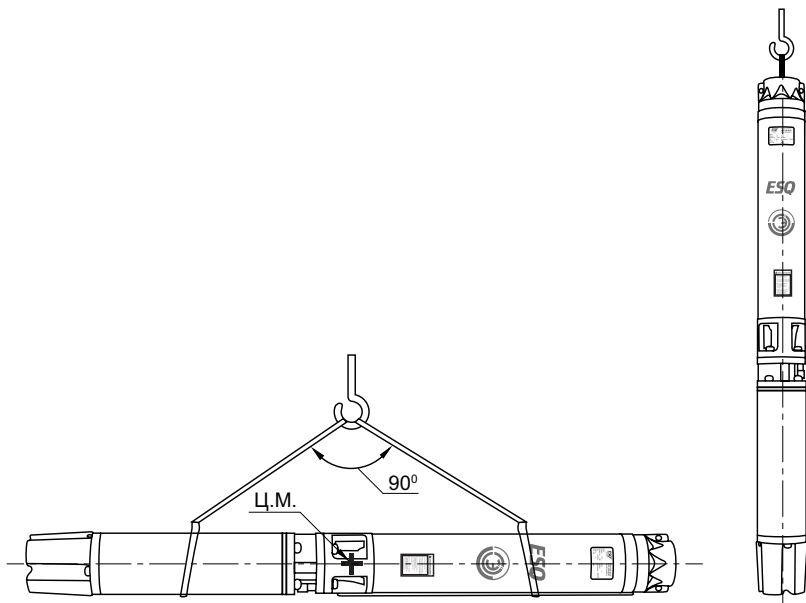

Рисунок 2. Схемы строповки
5.6 Строповка агрегата изображена на рис. 2.